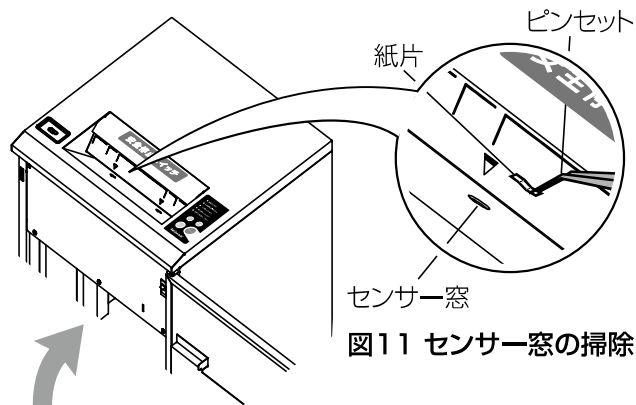

図11 センサー窓の掃除
<p>●細断が終了しても刃物が止まらない</p> <ul style="list-style-type: none"> 投入口④に細断紙片が残っていませんか?……………投入口④のセンサー窓に残っている細断紙片を、ピンセット等を使って取り除いてください。……………/P15 図11